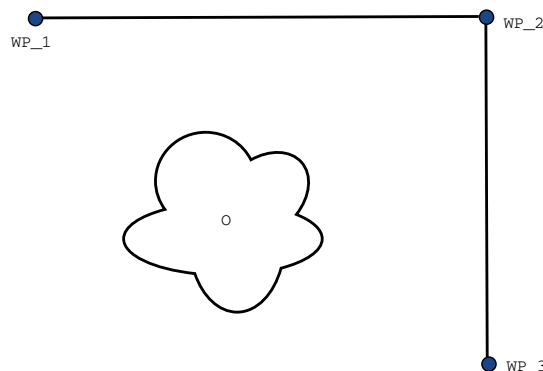

Figure 15.2: WP_1: 初期位置、WP_2: 通過点、WP_3: 持ち上げ位置、O: 障害物。
例 ピッキングのアプリケーションを例として考えた場合、(図15.2参照)、ロボットは現在ウェイポイント 1 (WP_1) にあり、ウェイポイント 3 (WP_3) で対象物を持ち上げる必要があります。対称物やその他の障害物との衝突を避けるため (0)、ロボットは WP_3 にウェイポイント 2 から来る方向で接近する必要があります (WP_2)。つまり、ウェイポイントは要件を満たすパスを作り出すために導入されています。